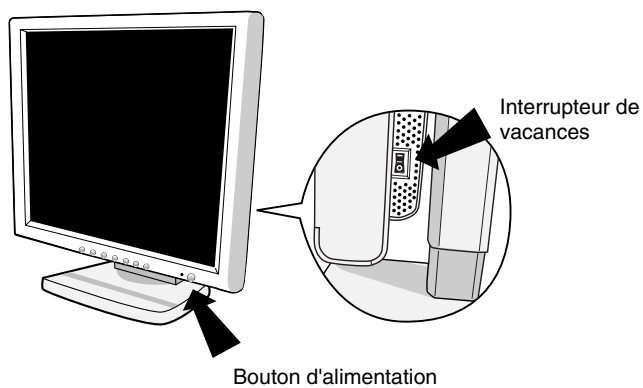

Figure D.1
5. Vérifiez que l'interrupteur de vacances sur le côté droit du moniteur est sur la position ON. Allumez le moniteur avec le bouton d'alimentation (**Figure D.1**) ainsi que l'ordinateur.